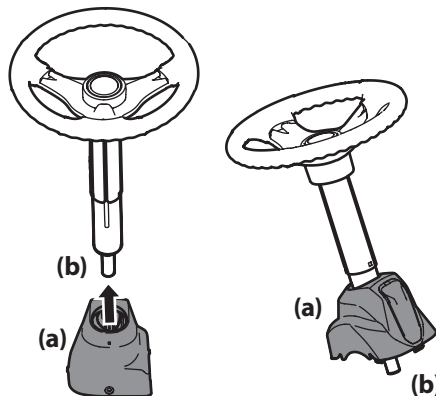

Figura 2-14
1. Deslice la tapa del pedestal (a) sobre el eje de la dirección (b) de manera que dicho eje (b) se instale en el montable, la tapa del pedestal (a) quedará vertical como se indica en la Figura 2-14.